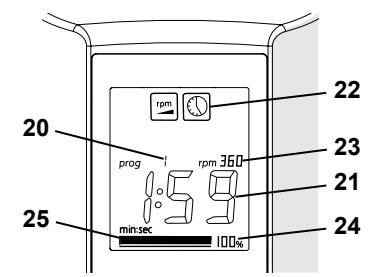
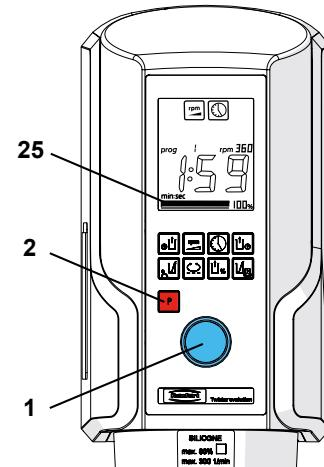

Fig. 7
Fig. 8
- ⇒ Pulse la tecla de programa „P“ (2).
- ⇒ Seleccione el programa deseado girando el botón de control (1).
- ♦ Del programa seleccionado se indicarán (Fig. 7):
- ⇒ Acople ahora el vaso de mezcla (15) al aparato.
- ⇒ No suelte el vaso hasta que éste quede sujeto por sí solo. ¡La indicación de barra del nivel de vacío debe indicar un nivel superior al 50 % (25, Fig. 8)!